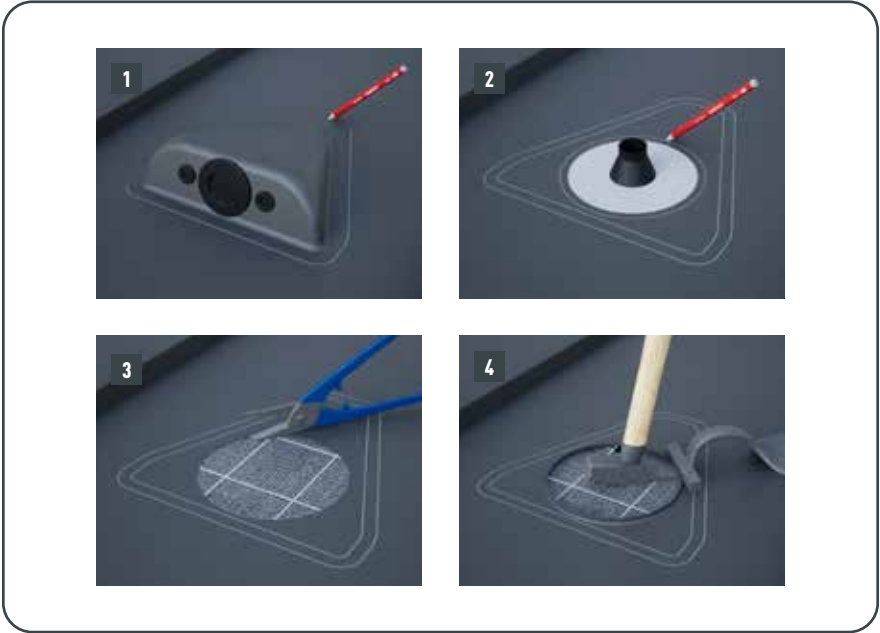

Fig. 9 • Posa della bocchetta Solar
- Per proteggere i cavi, è possibile installare un sistema di trattenuta della neve sopra i moduli fotovoltaici (Fig. 9). La soluzione di trattenuta della neve sull'intera superficie del tetto deve essere considerata separatamente!
- Applicare la colla speciale su tutto il perimetro. (Fig. 9)